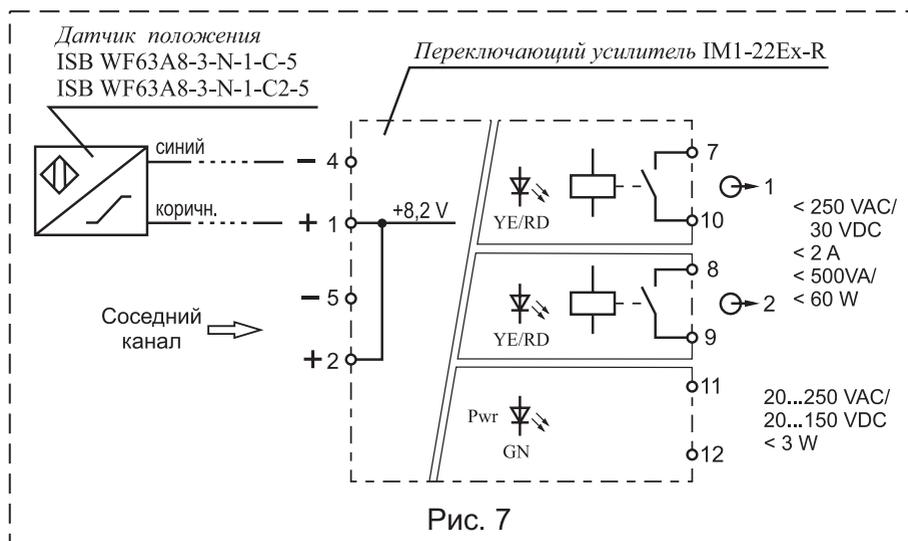

Рис. 7
4.4 Электрический монтаж датчика положения и переключающего усилителя производится в соответствии со схемой рис. 7 и руководством по эксплуатации на датчик положения и переключающий усилитель. Выходное реле переключающего усилителя открывается при срабатывании клапана.
4.5.7 В случае выхода из строя одного из каналов переключающего усилителя произведите переподключение датчика положения на другой (соседний) канал. Съем сигнала с усилителя производите с выхода соседнего канала (см. рис. 7 и паспорт на переключающий усилитель).